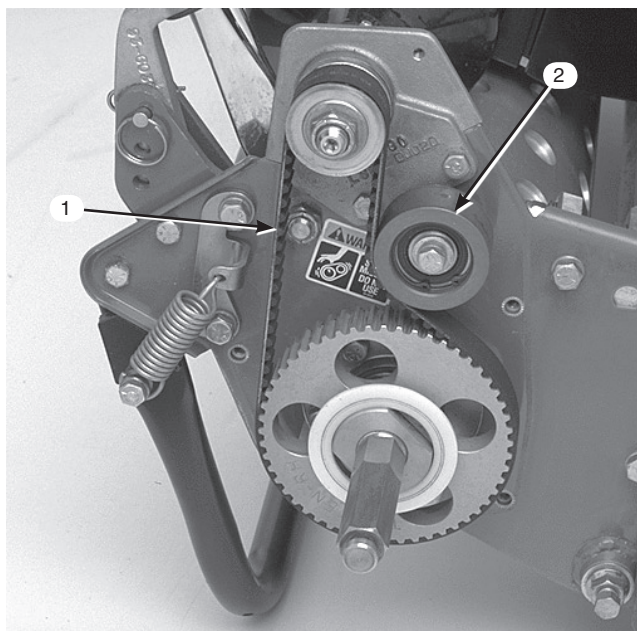

図37
2. アイドラ・プーリ固定ナットをゆるめ、プーリを右に回してベルトの背に押しつけて、適当な張りを出す (図37)。